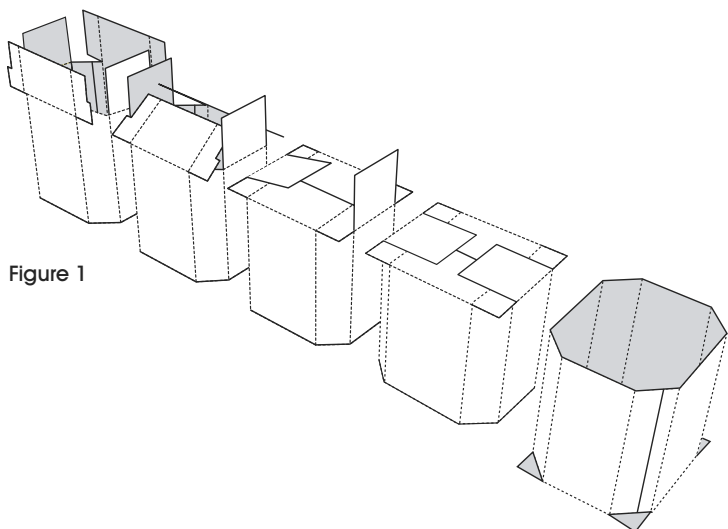

Figure 1
2. Déposez le bac en orientant l'extrémité avec les rabats vers le haut. (Voir Figure 1)